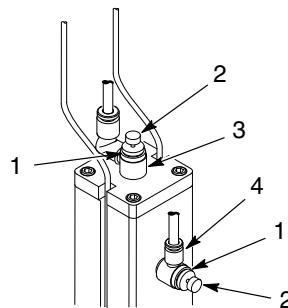

Рис. 4 Настройка регулирующего клапана
1. См. рис. 4. Ослабить стопорное кольцо (1) на клапане выпуска (3).
2. Поворачивая ручку (2) по часовой стрелке, ввернуть ее до упора в клапан выпуска (3). Отвернуть ручку обратно на 2 оборота.
3. Надежно затянуть стопорное кольцо (1).
4. Выполнить операции 1 – 3 для регулирующего клапана заполнения (4).